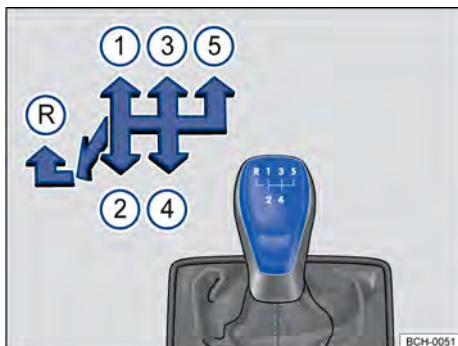

Fig. 93 Esquema de troca de marchas da transmissão manual de 5 marchas.
As posições de cada uma das marchas estão representadas na alavanca de troca de marcha → Fig. 93.
- Empurrar a alavanca de troca de marcha totalmente para a esquerda e depois para frente até a posição da marcha a ré → Fig. 93 Ⓜ.